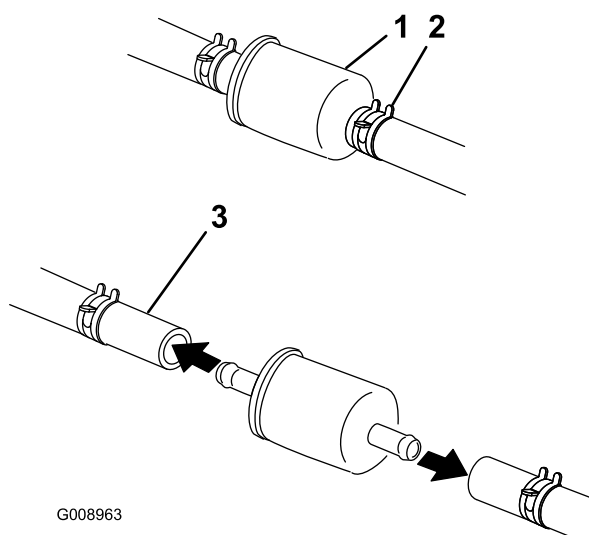

Figure 56
5. Fermez le robinet d'arrivée de carburant situé sous le siège (Figure 56).
6. Pincez les extrémités des colliers et éloignez les colliers du filtre (Figure 56).
8. Posez un filtre neuf et rapprochez les colliers de fixation des conduites du filtre (Figure 56).